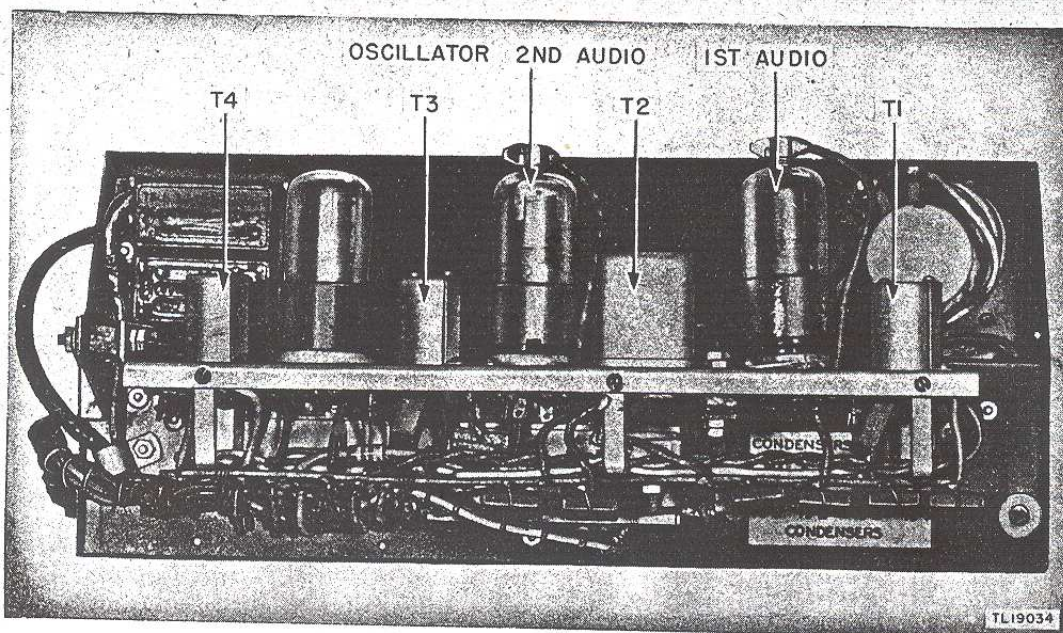

Figure 7.- Vue arrière du châssis de l'amplificateur BC-1141-(*).
- c) CHASSIS - Remettre en place le châssis dans le boîtier de l'amplificateur, et serrer la vis de retenue du panneau (figure 7).